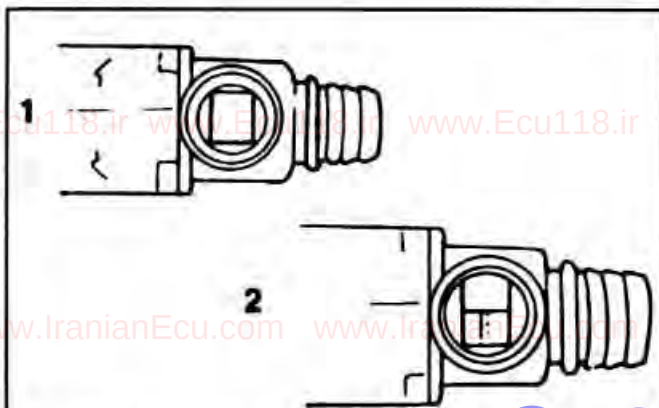

Рис. 2-17. Проверка работы регулятора холостого хода
- Соединить разъем регулятора и вручную открыть или закрыть поворотную заслонку (рис. 2-17, положение 1).
- Включить зажигание. При этом заслонка должна повернуться в промежуточное положение (рис. 2-17, положение 2).